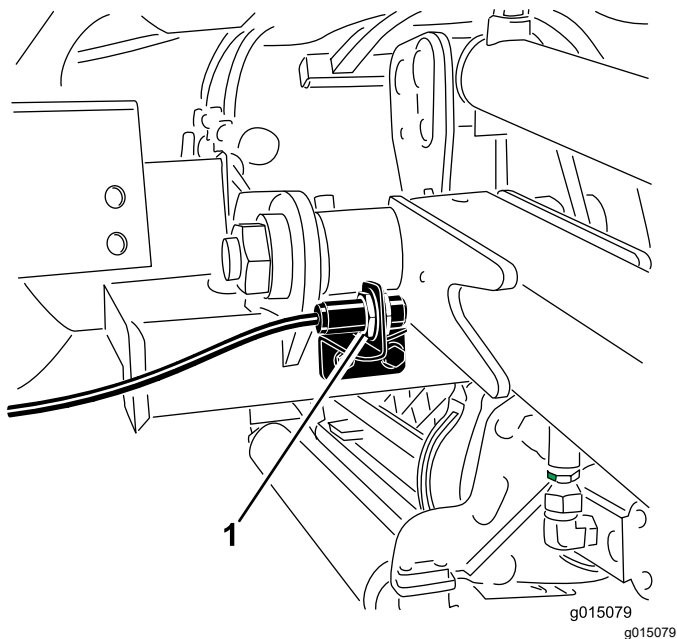

图 39
2. 提升臂开关位于右前方提升臂 (图 39) 后面。
3. 拧松开关安装螺钉 (图 39) 并向上移动开关可增大提升臂的转向高度向下移动开关可减小提升臂的转向高度。旋紧安装螺钉。